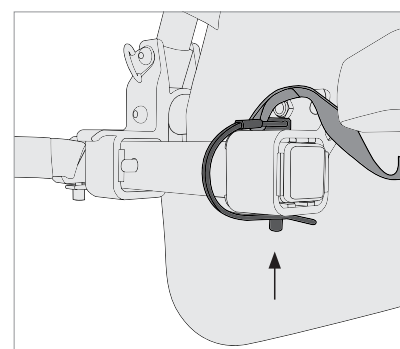

Figure 11
3. Vérifiez que la tige de retenue est bien fermée, comme illustré (Figure 11 & 12).